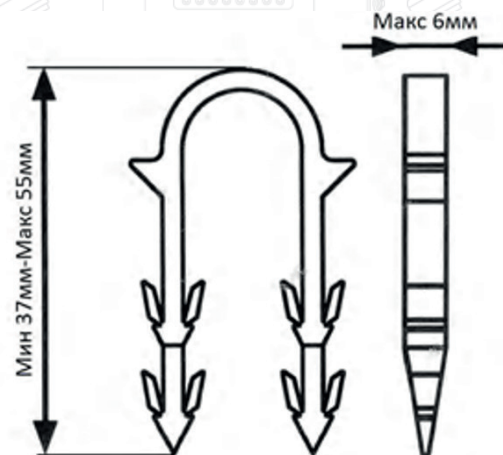

Рисунок 1
1.1. Такер предназначен для крепления полимерных и металло-полимерных труб наружным диаметром 16-20 мм к пенополистирольным теплоизоляционным плитам при монтаже водяных теплых полов. Крепление труб осуществляется пластиковыми якорными скобами с параметрами, указанными на рисунке. (рис. 1):